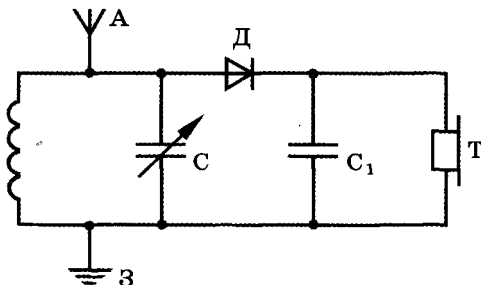

Рис. 117
**Теоретический материал.** Изучение детекторного радиоприемника удобнее начинать с рассмотрения принципиальной схемы (рис. 117). Сразу отметим, что в ней нет источника тока.